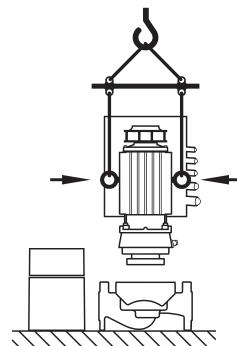

Fig. 25: Transport av motor-løpehjulsenhet
- Hvis transportløkkene er flytte eller skal flyttes fra motorflensen og monteres på motorhuset, så er de bare godkjent for bæring eller transport av motor-løpehjulsenhet (Fig. 25), men ikke til transport av hele pumpen eller for å skille motor-løpehjulsenhet fra pumpehuset (ta hensyn til forrige demontering og påfølgende montering av avstandskoblingene).